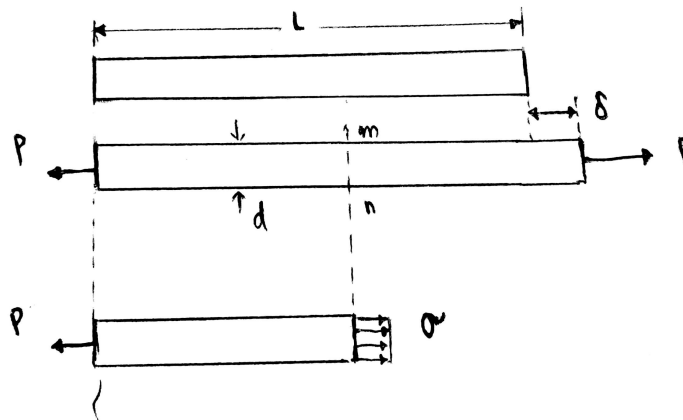

Figura 2 Barra prismática sometida a tensión
Para determinar los esfuerzos y deformaciones en esta barra, consideremos los diagramas mostrados en la figura 2, el primero referente a una barra de longitud L antes de que las cargas sean aplicadas, y el otro a una barra deformada después que las cargas son aplicadas. Los esfuerzos internos producidos por las fuerzas axiales (P) pueden mostrarse si hacemos un corte imaginario en la sección mn . Ahora aislamos la parte de la barra a la izquierda de la sección transversal mn como un cuerpo libre, (como se muestra en el tercer diagrama) en el extremo derecho de este cuerpo libre mostramos la acción de la parte eliminada de la barra. Esta acción consiste en esfuerzos distribuidos en forma continua que actúan sobre toda la sección transversal y la fuerza axial P que actúa en la sección transversal es la resultante de estos esfuerzos.